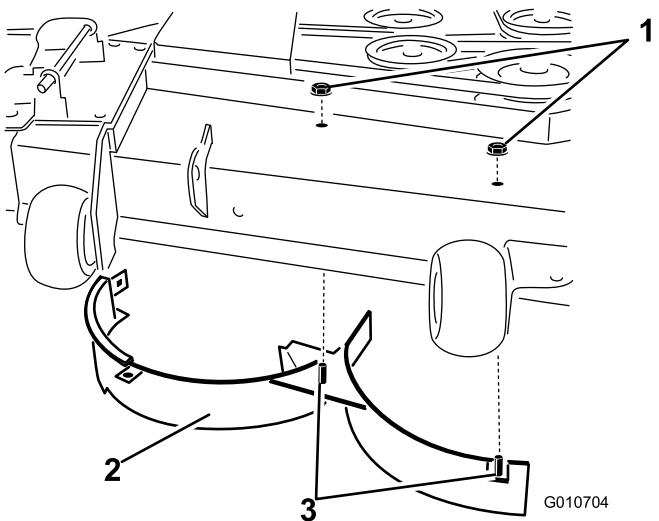

Figure 14
- Retirez les 2 contre-écrous (5/16") qui fixent les montants soudés du déflecteur droit au sommet du plateau de coupe, au centre et à droite du centre (Figure 14).